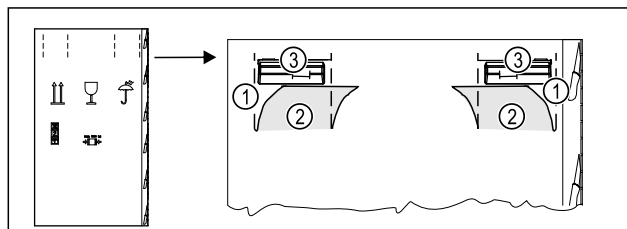

Fig. 5
- Vtlačte obalový karton nahoře na perforaci Fig. 5 (1).
- Vytáhněte vtlačené spojky Fig. 5 (2).
- Pravá a levá rukojeť Fig. 5 (3) je viditelná.
- Držte spotřebič za rukojeti Fig. 5 (3).